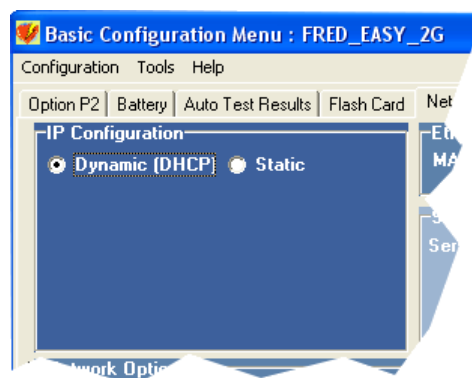

Fig. 5.7 Configuration en mode dynamique
- (5) Adresse IP du masque de sous réseau (dépend de l'infrastructure réseau).
- (6) Adresse IP de la passerelle du réseau (dépend de l'infrastructure réseau).
- (7) Adresse IP du système de nom de domaine (dépend de l'infrastructure réseau).
- (8) Adresse MAC de **FRED easy®** Ethernet (situé sur l'étiquette de la face arrière de l'appareil).
- (9) Adresse IP de l'interface réseau du serveur, sur laquelle le **FRED easy®** va se connecter et transmettre ses données.
- (10) Login d'un utilisateur ayant accès au serveur sur lequel **LifeDataNet®** est installé.
- (11) Mot de passe de l'utilisateur.
- (12) Confirmation de la configuration de l'onglet «Network».
- Les paramètres de la rubrique «IP Configuration» (2) dépendent de l'infrastructure du réseau :
- En mode «Static» (3), vous les obtenez par l'administrateur du réseau, et vous devez renseigner les champs (4), (5), (6) et (7).
- En mode «Dynamic» (3), la configuration des 4 paramètres est effectuée automatiquement (voir Fig. 5.7).